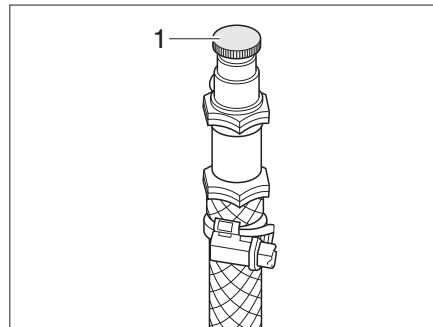

Fig. 309 Válvula de purga de la calefacción de agua caliente
- Abrir la válvula de purga (Fig. 309,1) y dejarla abierta hasta que deje de salir aire.